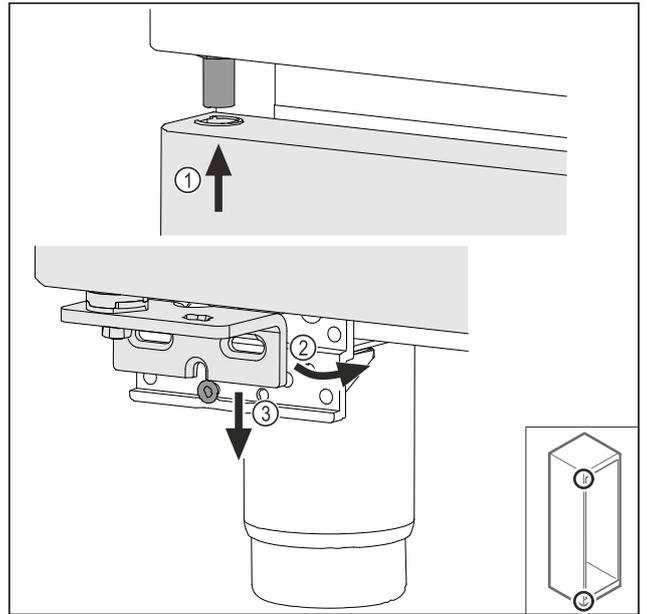

Fig. 45
- ▶ 使门稍微倾斜，并从顶部穿入 Fig. 45 (1)，摆正门 Fig. 45 (2) 并将底部安放在托架螺栓 Fig. 45 (3) 上。